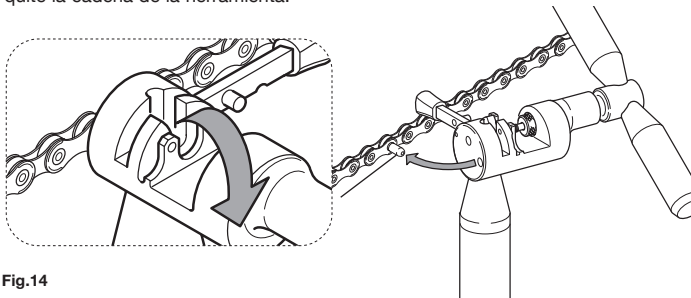

Fig.14
- Introducir la parte de guía saliente en el orificio correspondiente en la base de la herramienta y romperla con una flexión (**Fig. 14**).